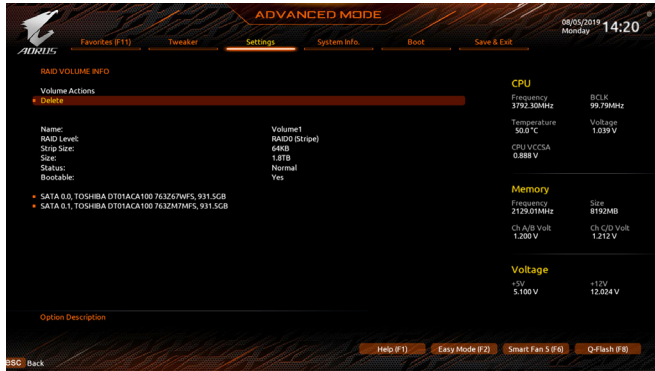

图7
完成后画面将回到「Intel(R) Rapid Storage Technology」画面，即可在「RAID Volumes」处看到建立好的磁盘阵列。若要检视更详细的资料，可在该磁盘阵列上按<Enter>键，即可看到例如磁盘阵列模式、区块大小、磁盘阵列名称及磁盘阵列容量等信息(图7)。